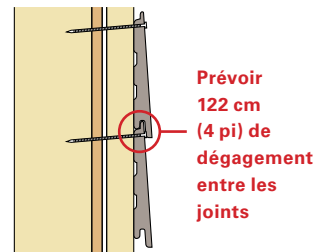

Fig. 24
- Une fois le rang de départ en place, continuez à placer les rangs suivants en les serrant bien sur les joints horizontaux et les joints d'extrémité. Lors de l'alignement du haut des planches, ne permettez jamais une séparation de plus de 0,3175 cm (1/8 po) avec la ligne précédente. (Voir la Figure 24)